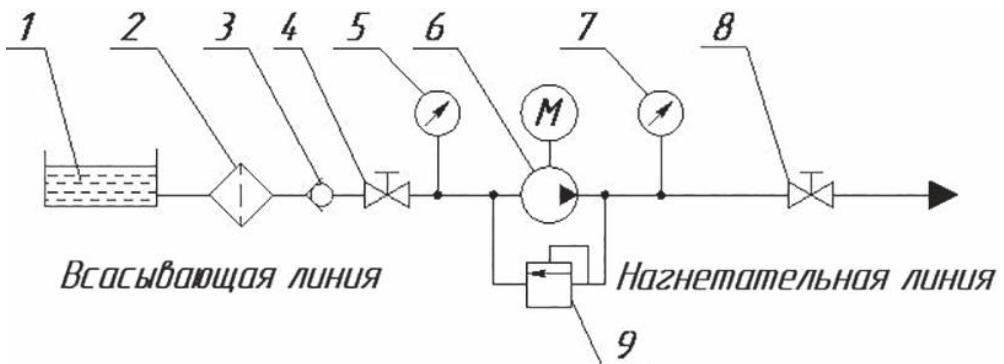

Рисунок 2. Схема включения агрегата в сеть
3.5 Приборы контроля заказчик приобретает и устанавливает в трубопровод самостоятельно. Приборы контроля устанавливаются в непосредственной близости от насоса, но на расстоянии не более трех диаметров трубопровода, в который устанавливается прибор. (См. рисунок 2).